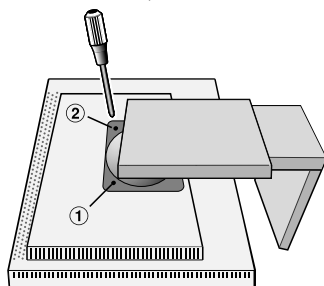
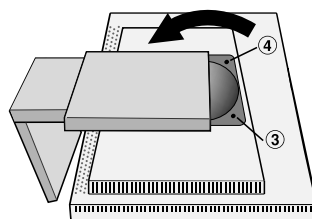

Figure S.2
Figure S.3
4. Retirez les deux vis du haut qui connectent le moniteur au support (**Figure S.2**). Tournez le support de 180° dans le sens des aiguilles d'une montre (deux clics doivent se faire entendre). Retirez les vis du bas (**Figure S.3**) et ôtez le support. Le moniteur est maintenant prêt pour un montage différent.